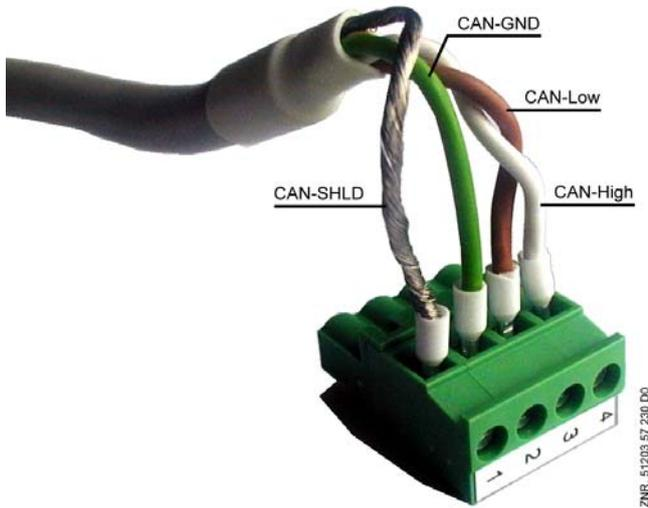

Bild 3.1-2: Aderbelegung Combicon-Stecker an CAN-Bus (Darstellung ohne Weiterschleifung)
3. CAN-Bus-Kabel an den Combicon-Stecker anschließen (siehe Tabelle 3.1-1 / Bild 3.1-2).